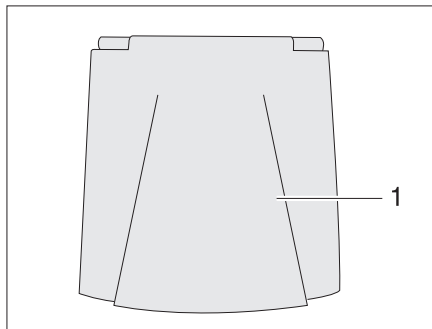

Fig. 34 Sportello esterno collegamento a 230 V
- Apertura:* ■ Sollevare lo sportello esterno (Fig. 34,1).
- Chiusura:* ■ Abbassare lo sportello esterno (Fig. 34,1) e chiuderlo premendo.